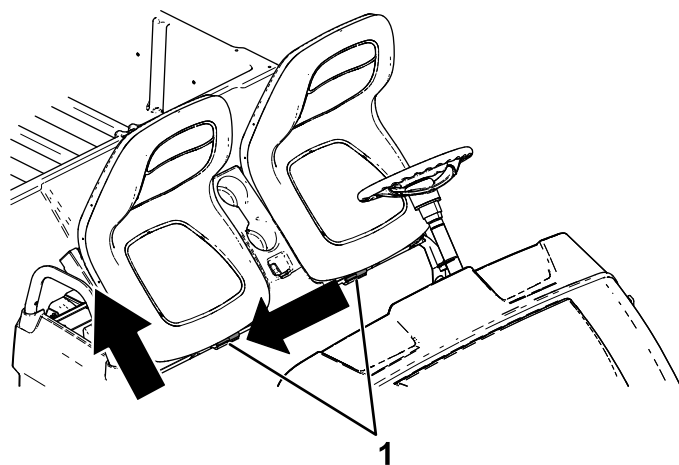

Figura 33
2. Deslize o conjunto do banco para o lado, afastando dos pinos, e levante o conjunto do banco para cima (Figura 33).